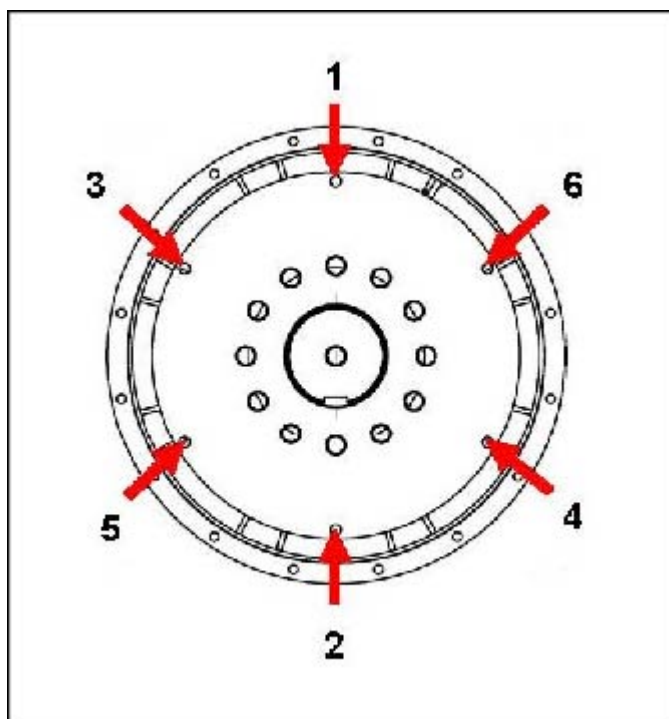

图 23. 飞轮固定顺序
10. 按照所示顺序拧紧螺栓以将耦合盘固定到飞轮上 图 23 在第 xx 页 36